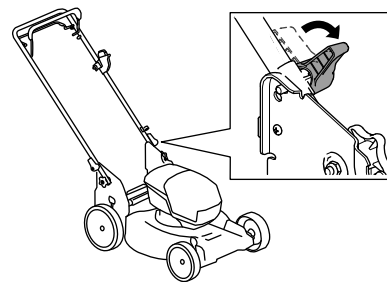

Figure 18
3. Ouvrez les verrous du guidon (Figure 18).